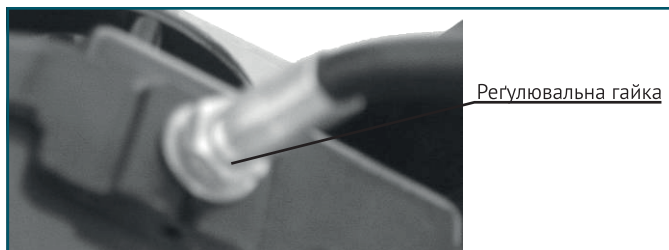

Рис.10
- Поверніть регулювальну гайку на Рис.10 по часовій стрелке для натяження; или против часовой стрелки для ослаблення.